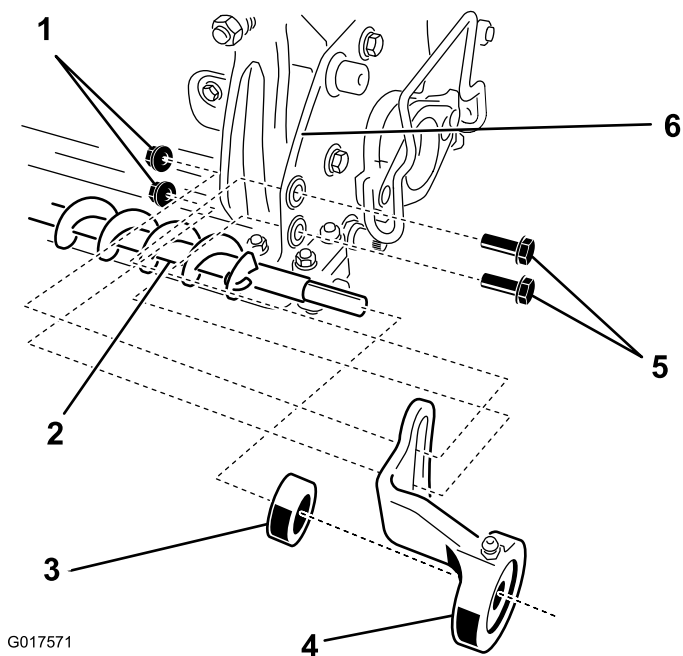

図 15
- B. ブラシシャフトの自由端側で、もう一つのロッキングカラーを肩部まで入れ、その後ろから左ブラシサポートをセットする 図 15。
C. 左ブラシサポートをカuttingユニットのサイドプレートの内側に固定する六角ボルト2本とフランジナット2枚を使用する 図 15。